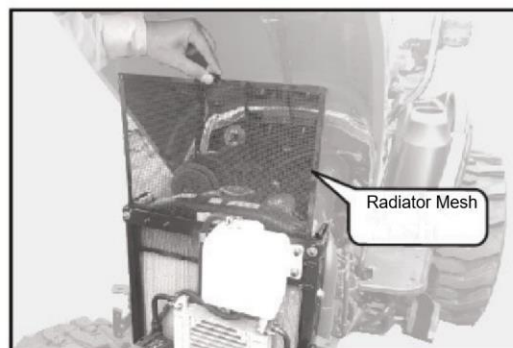

Fig. 5.6d
5.6.4 Rengøring af radiatornet (fig. 5.6d)